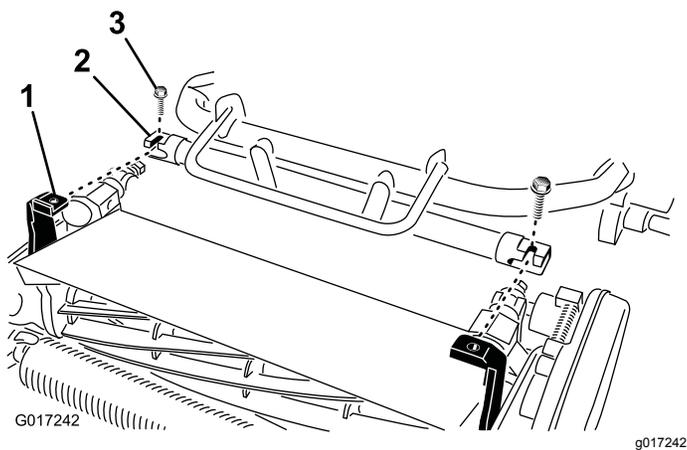

Figura 8
4. Manobre a estrutura da unidade de tração (Figura 8) para a frente até engatar nos braços articulados da unidade de corte.
5. Fixe a estrutura da unidade de tração aos braços articulados da unidade de corte com 2 parafusos de $\frac{3}{8} \times \frac{3}{4}$ pol. (Figura 8).